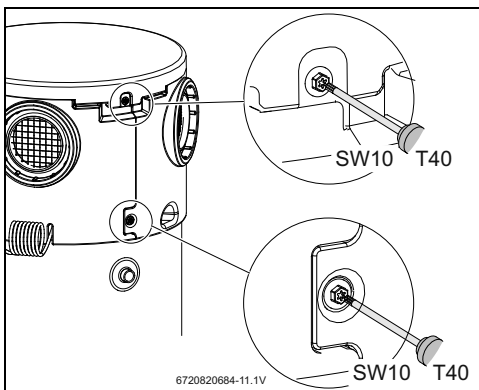

Fig. 50
- Extraer la tapa superior y el anillo del bastidor (fig. 50).